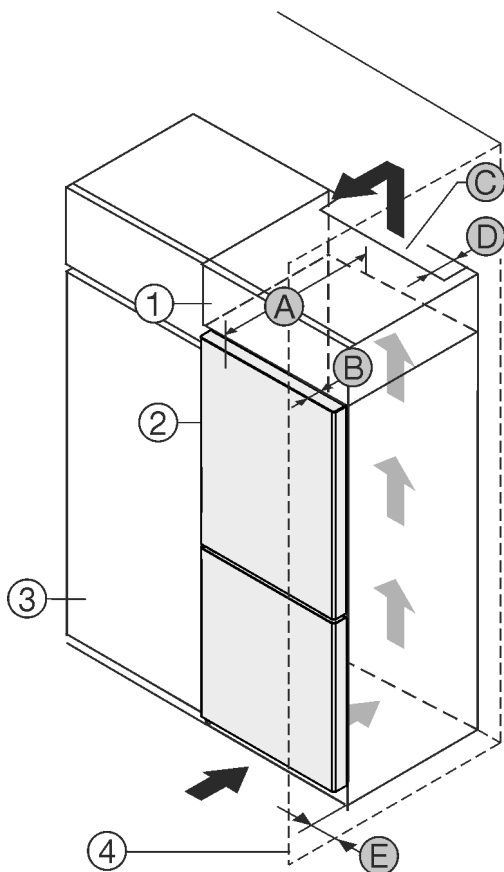

Fig. 1
- (1) Дополнительный шкафчик*
- (2) Устройство*
- (3) Кухонный шкаф*
- (4) Стена*
- (A) Глубина устройства*
- (B) Глубина двери*
- (C) Вентиляционное сечение*
- (D) Расстояние до обратной стороны устройства*
- (E) Расстояние до стороны устройства*
Установите устройство непосредственно рядом с кухонным шкафом Fig. 1 (3)*.
На задней стенке дополнительного шкафчика должен быть вентиляционный канал с глубиной Fig. 1 (D) по всей ширине этого шкафа.*
Нужно соблюдать вентиляционное отверстие Fig. 1 (C) под нижней панелью.*
Если устройство установлено на шарнирах у стены Fig. 1 (4), то расстояние между устройством и стеной должно быть не менее 13 мм.*
Если устройство установлено на шарнирах у стены Fig. 1 (4), то расстояние между устройством и стеной должно быть не менее 20 мм.*
Чтобы можно было полностью открыть двери, устройство должно выступать на глубину двери Fig. 1 (B) относительно передней стенки кухонного шкафа. В зависимости от глубины кухонных шкафов Fig. 1 (3) и использования пристенных распорок устройство может выступать и больше.*